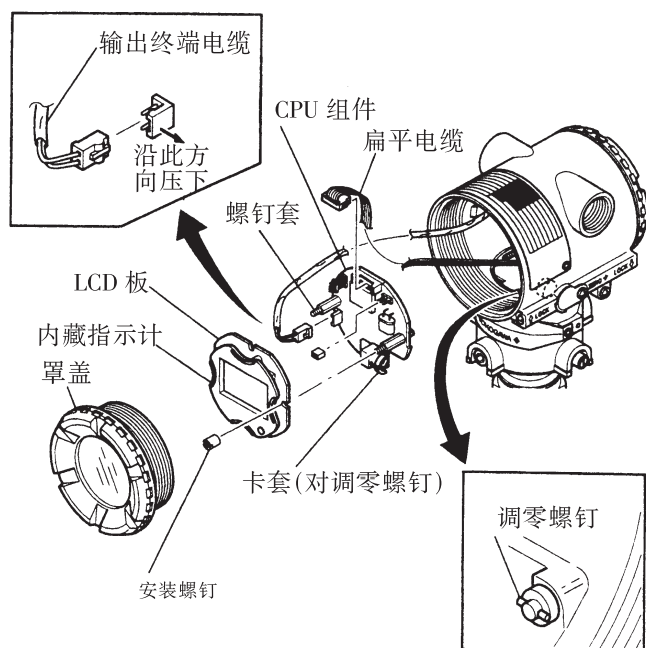

图 9.4.1 LCD 板与 CPU 组件的拆卸与安装
本节讲解内藏指示计替换方法，(见图 9.4.1) 替换时请采取防静电措施
■本节介绍 CPU 组件替换步骤(见图 9.4.1) 替换时请采取防静电措施。
- ①旋出罩盖。
- ②调节调零螺钉，直至螺钉头的槽孔位于垂直位置，如图 9.4.1 所示
- ③拨出输出终端电缆(尾端接棕色端子)。操作时，轻轻按住 CPU 组件上的插座，拨出电缆，使其脱离。
- ④用套筒螺丝刀(对边长 5.5mm)松开两颗螺钉套。
- ⑤沿直线取出 CPU 组件。
- ⑥拨下连接 CPU 组件与膜盒的扁平电缆，(尾端接黑色端子)。